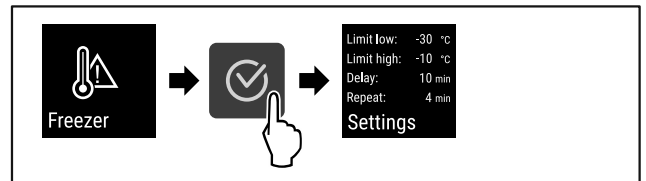

Fig. 103
- ▶ Wykonać czynności (patrz Fig. 103) .